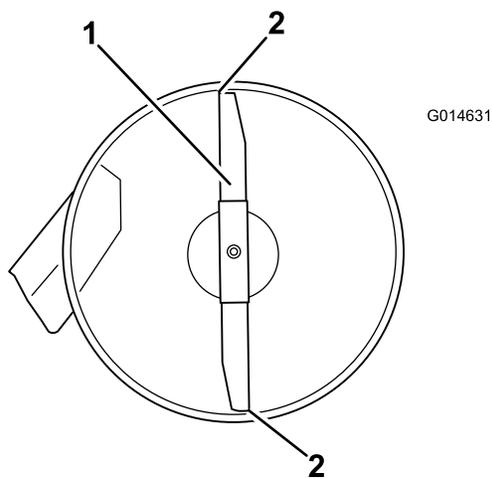

Figure 53
4. Faites pivoter les lames avec précaution pour faire passer les pointes avant à l'arrière (Figure 53).
5. Mesurez la distance entre la pointe de la lame avant et la pointe de la lame arrière par rapport à la surface plane (Figure 53).
l'écrou jusqu'à ce que la pointe avant de la lame soit de 1,6 à 8 mm (1/16 à 5/16 po) plus bas de la pointe arrière (Figure 53).